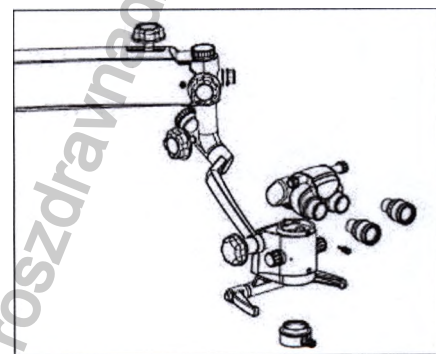

Рис. 8
6.5 Установите бинокулярный тубус и окуляры на голову. Закрепите бинокулярный тубус при помощи фиксатора. Смотрите рисунок 8.